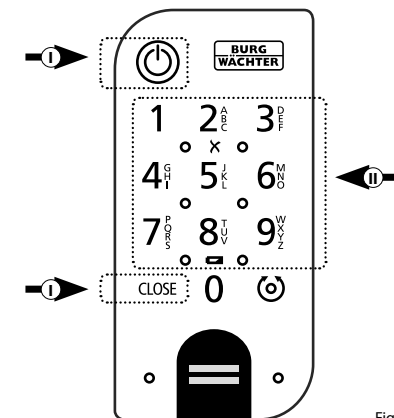

Fig. 4
- 1 Activez le clavier en appuyant sur la touche ON (Marche) ou sur la touche CLOSE (I) (Fig. 4).
- 2 Tapez votre code administrateur à 6 positions ou code d'utilisateur programmé (II) (Fig. 4).